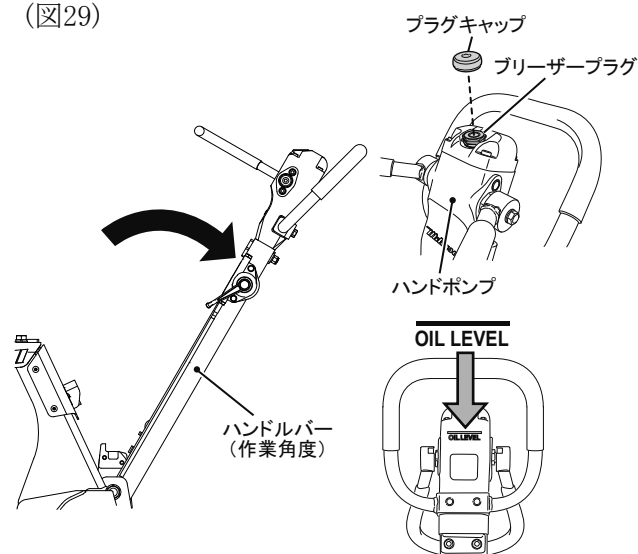
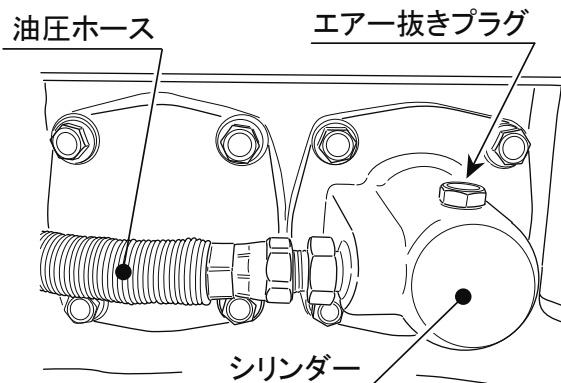

図 29
図 30
100時間運転毎に作動油を点検してください。ハンドルバーを作業角度にして油圧ハンドポンプ上部のブリーザープラグを外し作動油が規定量(OIL LEVEL)まで入っているか点検してください。(図29)
1. ハンドポンプのプラグキャップを外し、ブリーザープラグ(24mmレンチ)を外してから起振体側シリンダーに接続している油圧ホースを外し、走行レバーを前進にして、ポンプ内の作動油を抜き取ります。(図29,図30)
2. 作動油を抜いた後、再度油圧ホースを起振体側シリンダーに取付けます。(図30)
4. 起振体のシリンダー部エアー抜きプラグを外ししばらくすると、オイルが出てきますので気泡が出なくなったら、プラグを取り付けます。しっかり締め付けてください。(図30)
5. ハンドポンプ内の作動油の油面がオイルレベル(OIL LEVEL)と同じであることを確認し、ブリーザープラグを取付けます。最後にブリーザーキャップを取付けます。(図29)